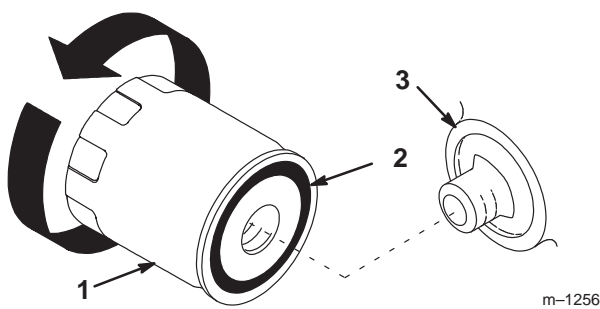

Figure 18
2. Déposez le filtre à huile usagé et essuyez la surface du joint de l'adaptateur (Fig. 18).
4. Appliquez une fine couche d'huile propre sur le joint en caoutchouc du filtre de rechange (Fig. 18).
5. Posez le filtre à huile de rechange sur l'adaptateur. Tournez le filtre dans le sens horaire jusqu'à ce que le joint rejoigne l'adaptateur, puis donnez de 2/3 à 1 tour supplémentaire (Fig. 18).